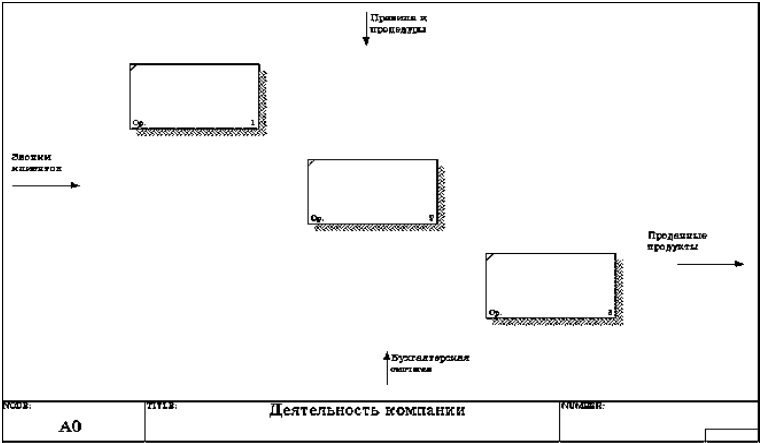

Рис. 46. Диаграмма декомпозиции
2. Автоматически будет создана диаграмма декомпозиции (рис. 46).